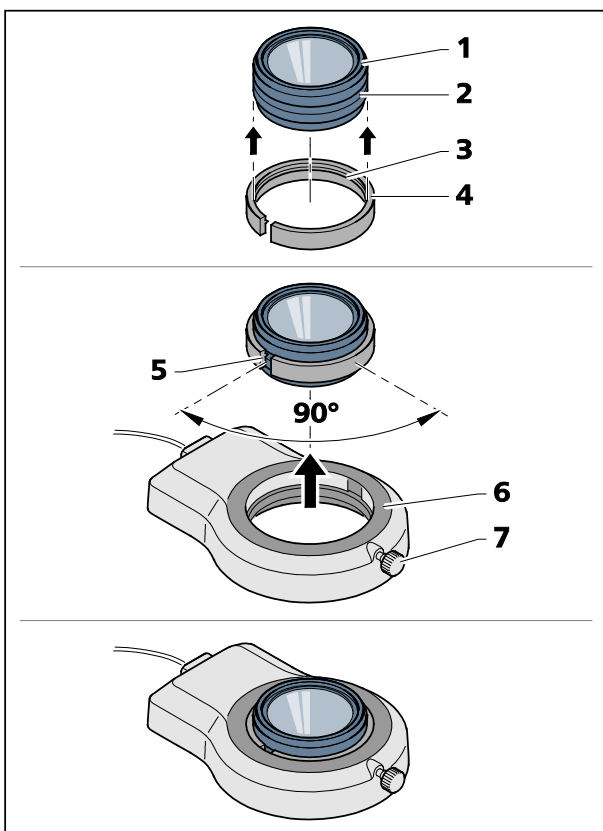

Fig. 14 Montage de l'éclairage annulaire sur la lentille additionnelle 3
- Emboîter la bague d'adaptation fendue (Fig. 14/4) (diamètre ext. 66 mm, int. 58 mm) par le bas sur la lentille additionnelle (Fig. 14/1). Le bourrelet circconférentiel intérieur (Fig. 14/3) de la bague d'adaptation doit s'engager dans la rainure extérieure de la lentille additionnelle (Fig. 14/2).
- Glissez l'éclairage annulaire (Fig. 14/6) sur le diamètre extérieur de la bague d'adaptation et fixez-le avec la vis de serrage (Fig. 14/7).
Le serrage est parfait lorsque la fente (Fig. 14/5) de la bague d'adaptation est décalée d'environ 90° par rapport à la vis de serrage (Fig. 14/7) de l'éclairage annulaire.